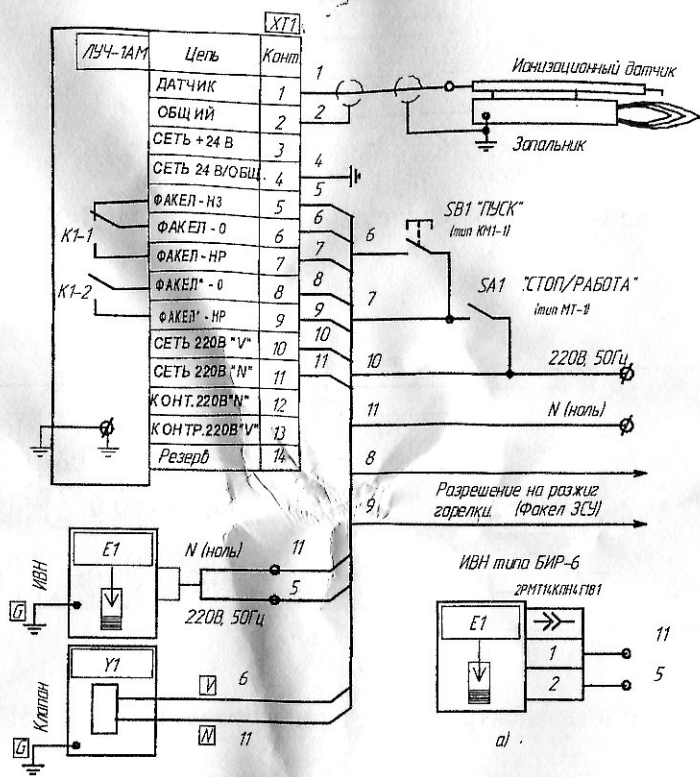

Рис. 9. Типовая схема управления розжигом и контроля факела запальника с использованием сигнализатора ЛУЧ-1АМ.
- к сигнализатору II - датчик контроля факела горелки и внешние цепи автоматики согласно проекту, разработанных на основании электрических схем по рис. 9, 10, 11 и 12.
Рассмотрим последовательность и порядок работы прибора ЛУЧ-1АМ согласно типовой схемы управления розжигом и контроля факела запальника (рис. 9) с использованием контактных групп реле К1 прибора ЛУЧ-1АМ.